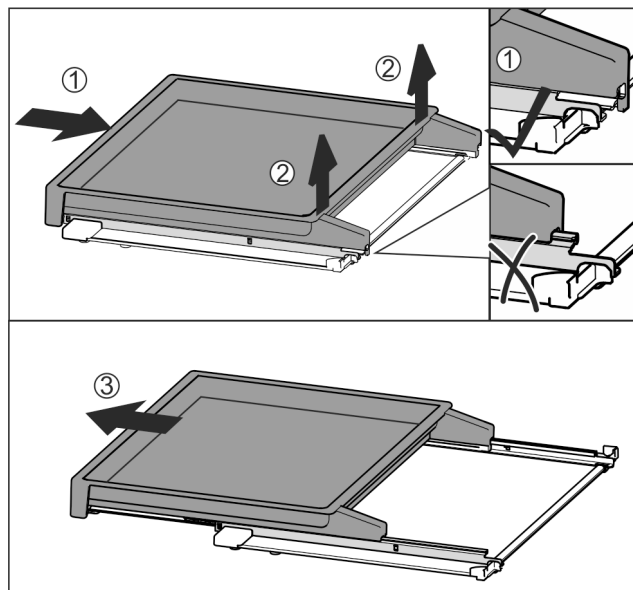

Fig. 96
- ▶ Vysouvací přihrádku zcela zasuňte Fig. 96 (1).
- ▶ Uvolněte západku na zadní straně Fig. 96 (2).
- ▶ Vysouvací přihrádku vyjměte směrem dopředu Fig. 96 (3).